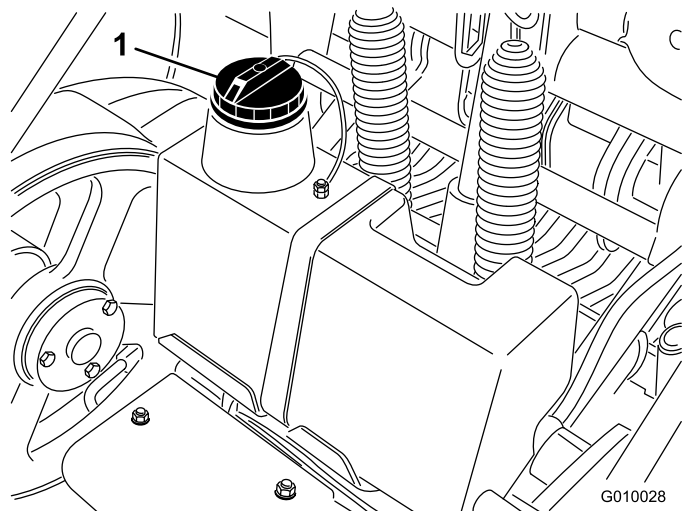

Figura 18
3. Limpie la zona alrededor del cuello de llenado y el tapón del depósito hidráulico (Figura 18). Retire el tapón del cuello de llenado.